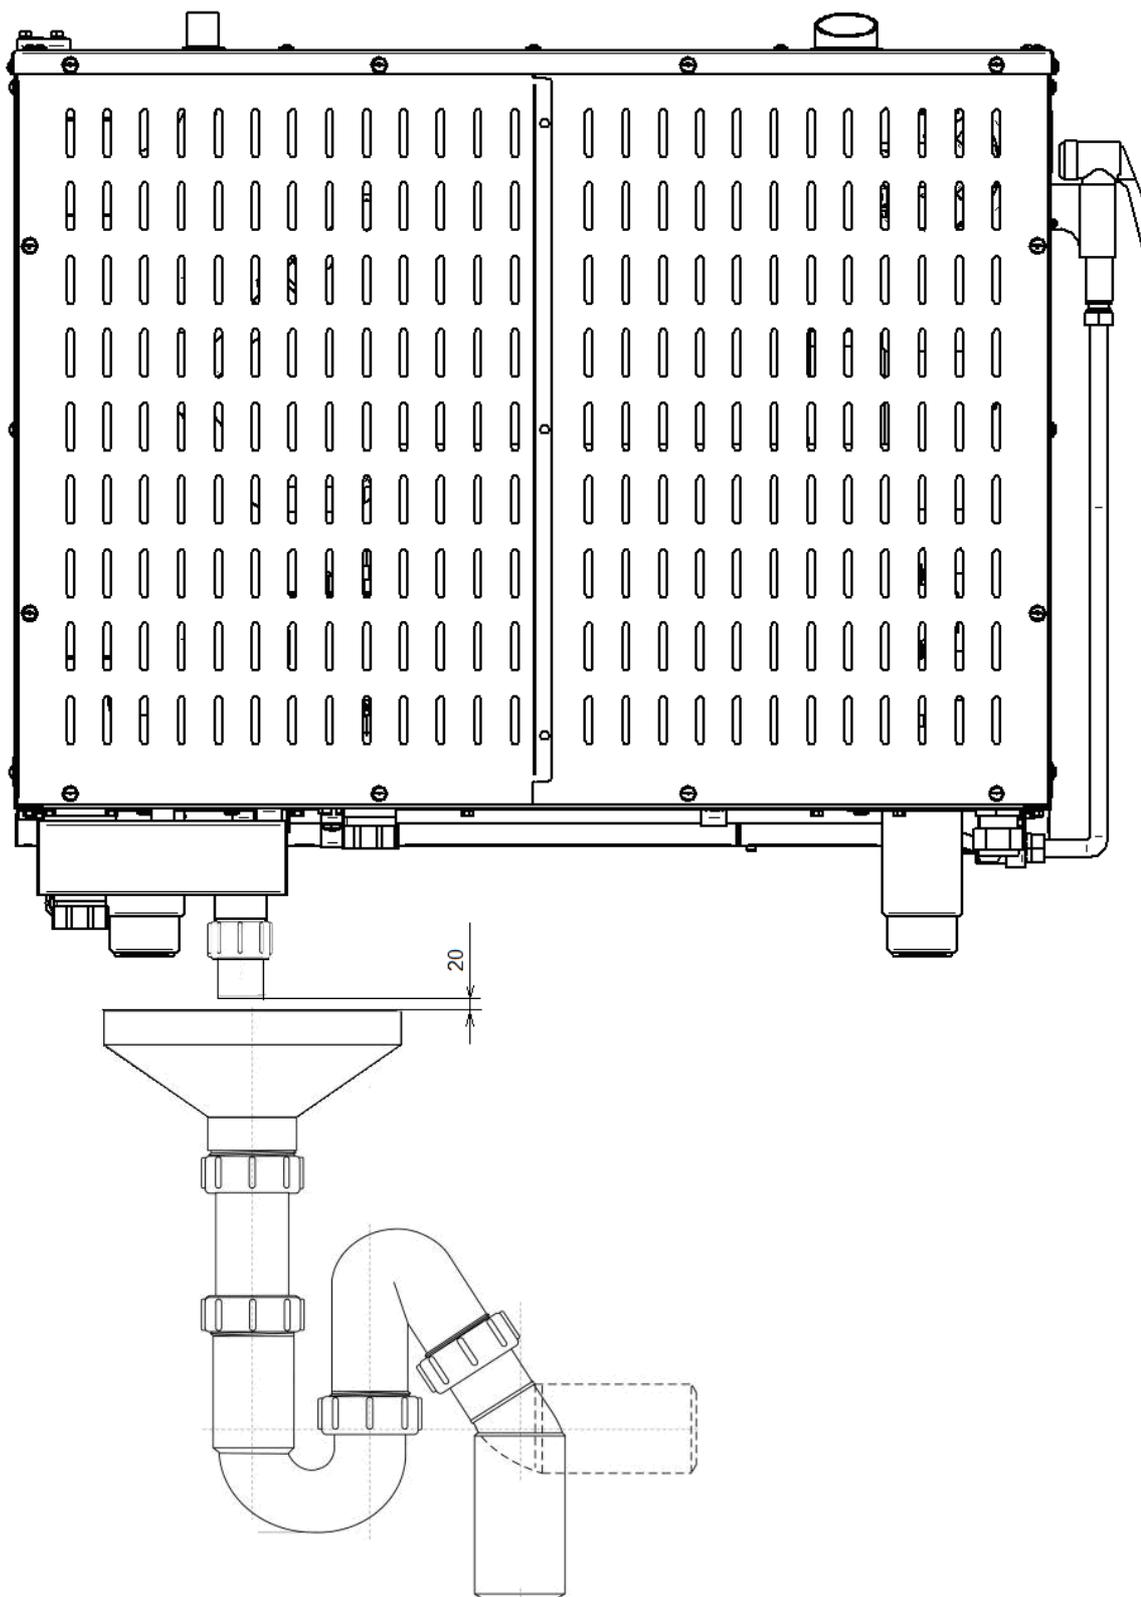

Рис. 11. Подключение к системе канализации
- 2) отрегулировать положение штыря согласно указанным размерам и положению зубцов (при ослаблении профиля штырь необходимо закручивать, т.е. уменьшить размер 37,7 мм, выдерживая угол 45° – см. рис. 11).